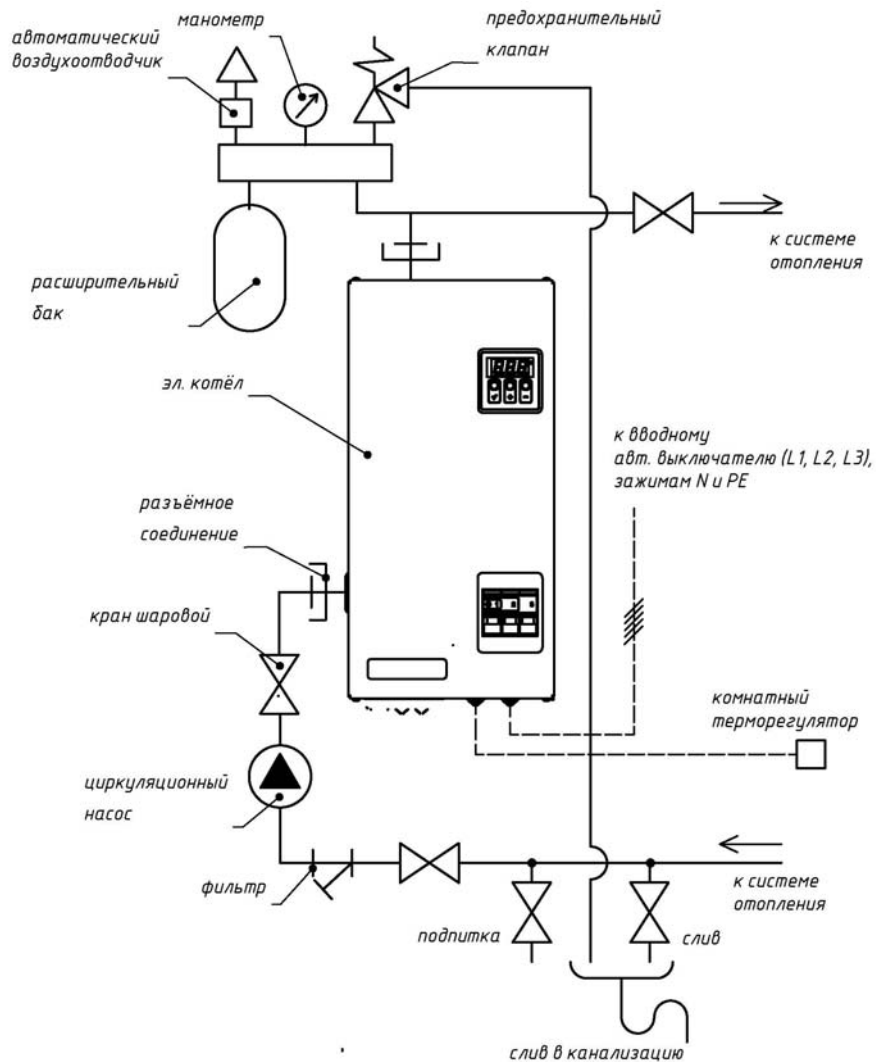

Рис. 6 Упрощенная схема подключения электрического котла в отопительную систему с принудительной циркуляцией
- ✓ Присоединить прибор к системе отопления через разъёмные муфты (Рис. 6)